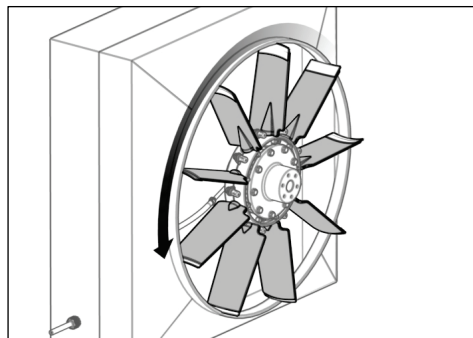

Abb. 34
- 29) Ventilator von Hand drehen (siehe Abb. 34).